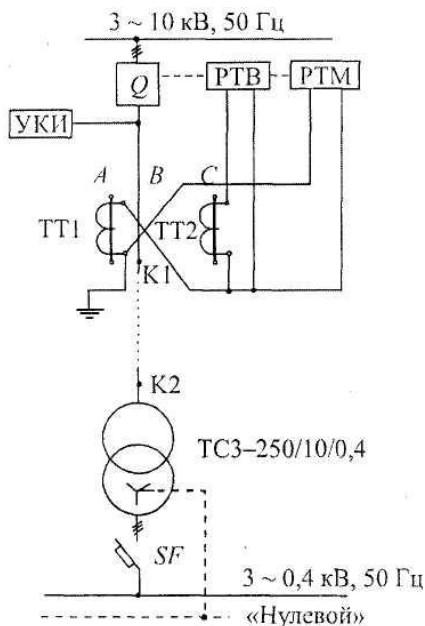

Рис. 2. Схема релейной защиты (РЗ)
1. Составляется схема РЗ (рис. 2) и наносятся исходные данные.
• Так как выключатель силовой (Q) имеет пружинный привод, к установке принимаются реле прямого действия типа РТМ и РТВ.